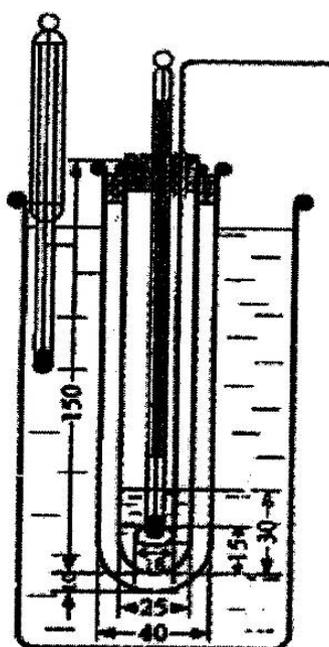

Рисунок 1. Прибор для определения температуры затвердевания
**Методика 1.** В сухую внутреннюю пробирку прибора 1 (рис.1) помещают достаточное количество (около 10 г) испытуемого вещества, находящегося в жидком состоянии (твердое вещество предварительно расплавляют при температуре не выше 20 °С ожидаемой температуры затвердевания) и укрепляют таким образом, чтобы ртутный шарик находился посередине слоя испытуемого вещества. Затем внутреннюю пробирку с испытуемым веществом помещают во внешнюю пробирку и, при быстром охлаждении, определяют приблизительную температуру затвердевания. После этого внешнюю пробирку вместе с внутренней помещают на водяную баню с температурой на 5 °С выше приблизительно определенной температуры затвердевания до полного расплавления испытуемого вещества. Затем заполняют стакан водой или насыщенным раствором натрия хлорида с температурой на 5 °С ниже ожидаемой температуры затвердевания. Внешнюю пробирку вместе с внутренней помещают в стакан. При постоянном перемешивании испытуемого вещества отмечают температуру каждые 30 с. Вначале происходит постепенное понижение температуры, затем при появлении твердой фазы, она остается некоторое время постоянной или повышается перед тем, как стать постоянной (в этот момент
**Прибор 1.** Прибор (рис.1) состоит из толстостенной пробирки с внутренним диаметром около 25 мм и длиной около 150 мм, помещенной внутри другой пробирки диаметром около 40 мм и длиной около 160 мм. Внутренняя пробирка закрыта пробкой, снабженной термометром длиной около 175 мм с ценой деления 0,2 °С, который закреплен таким образом, чтобы ртутный шарик находился на расстоянии около 15 мм от дна пробирки. Во внутренней пробирке имеется отверстие, через которое